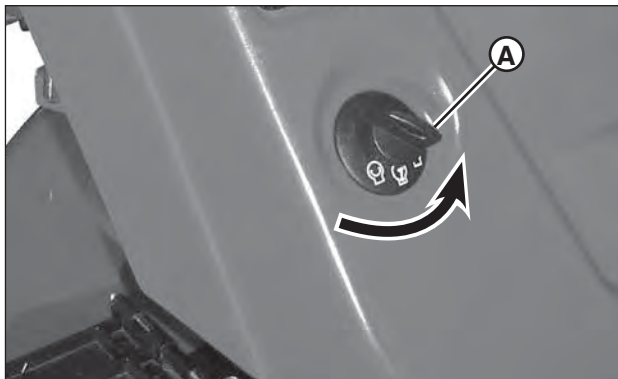

Figure 12: Tourner la clé de contact sur « ARRÊT ».
1. Arrêter le moteur en tournant la clé (A, Figure 12) sur la position « ARRÊT ».